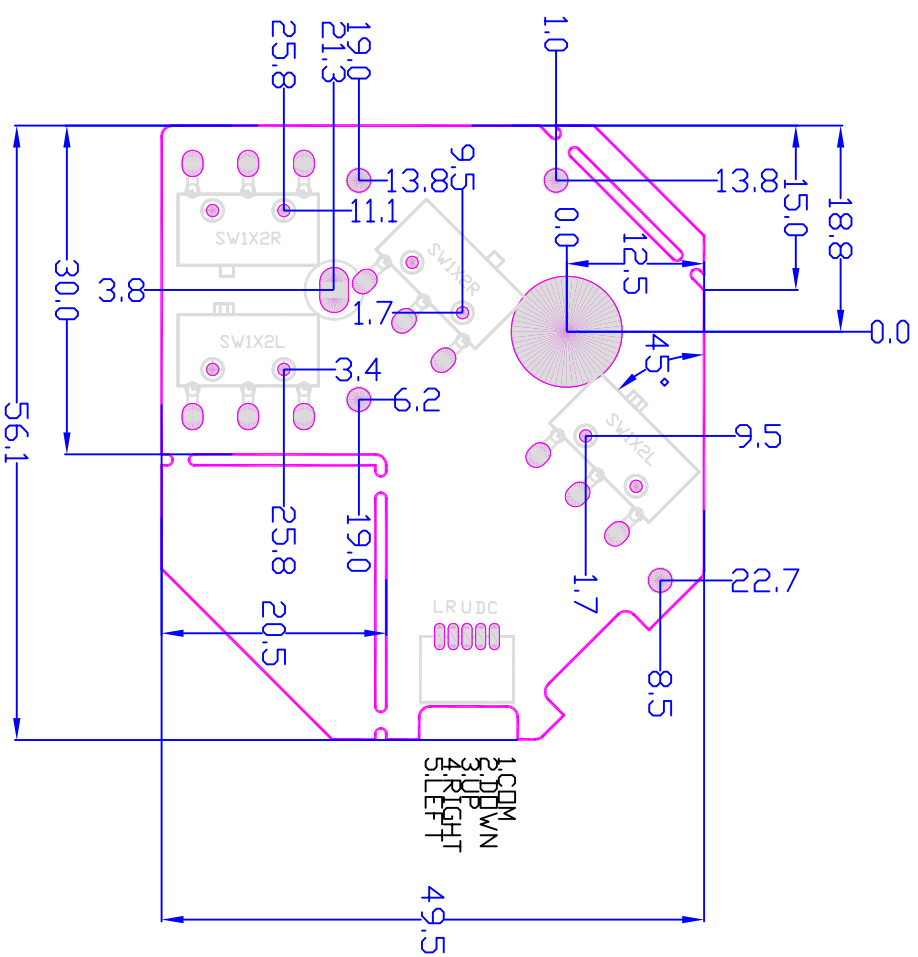

图9. MCU开关板
- 垂直辅助墙板 PCB (见图 9, 10): 该 PCB 位于垂直辅助墙板上,专用于 4 个限位开关,集合有运动部件,与云台运动的位置密切相关;图 9 使用 4 个限位开关,有上下左右及公共端,到位时,相应的开关与公共端闭合,适用于 MCU 控制;图 10 使用 4 个限位开关并有磁保持继电器,是一个完整的 AC24V,自动水平扫描,可逆同步电机驱动电路;受限于结构位置,限位开关的位置是不能轻易移动的;这 2 块 PCB 边上的多余部分是工艺边,便于导轨夹持,安装时应去除;